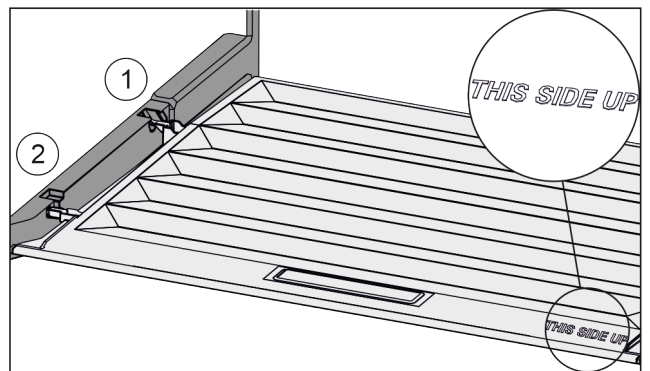

Fig. 103
- ▶ Introduzca los nervios de la tapa por la abertura del soporte trasero Fig. 103 (1) y encájelos por delante en el soporte Fig. 103 (2).